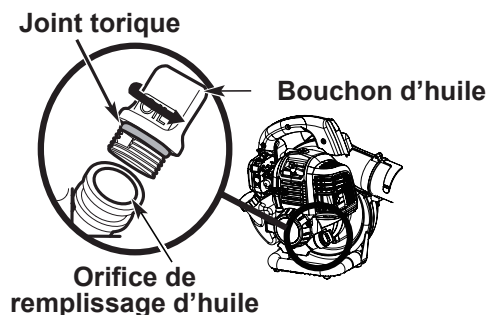

Fig. 4
2. Dévissez le bouchon d'huile (fig. 4).
3. Versez de l'huile en quantité appropriée dans l'orifice de remplissage (fig. 4).
Remarque : vérifiez que le joint torique est bien en place sur le bouchon d'huile (fig. 4).